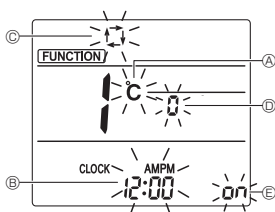

Fig. 3-2
- Druk op de toets **DOWN** (4) om het functienummer te wijzigen.
- Controleer of functienummer 1 wordt weergegeven en druk op de toets **SET** (3).
- Het scherm voor het instellen van de weergave wordt weergegeven. (Fig. 3-2)
2) De temperatuurschaal wijzigen (A) (Fig. 3-2)
- Druk op de toets **TEMP** (5).
- Telkens wanneer u op de toets **TEMP** (5) drukt, schakelt de instelling tussen **C** en **F**.
3) De tijdweergave wijzigen (B) (Fig. 3-2)
- Druk op de toets **TIME** (6).
- Telkens wanneer u op de toets **TIME** (6) drukt, schakelt de instelling tussen **12:00** ^{AM/PM} en **24:00**.
4) De AUTO-stand wijzigen (C) (Fig. 3-2)
- Druk op de toets **STOP** (7).
- Telkens wanneer u op de toets **STOP** (7) drukt, schakelt de instelling tussen **ON** en **OFF**.
5) Het paarnummer wijzigen (D) (Fig. 3-2)
- Druk op de toets **UP** (4).
- Telkens wanneer u op de toets **UP** (4) drukt, wordt geschakeld tussen 0-3.
6) De achtergrondverlichtingsinstelling wijzigen (E) (Fig. 3-2)
- Druk op de toets **ON/OFF** (9).
- Telkens wanneer u op de toets **ON/OFF** (9) drukt, schakelt de instelling tussen **on** en **off**.
- Druk op de toets **SET** (3).